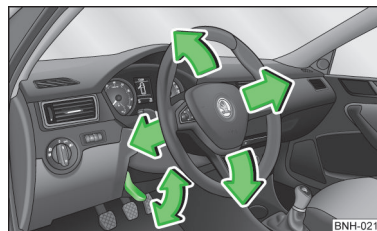

Fig. 88
- Rabatați în jos maneta de sub volan » fig. 88.